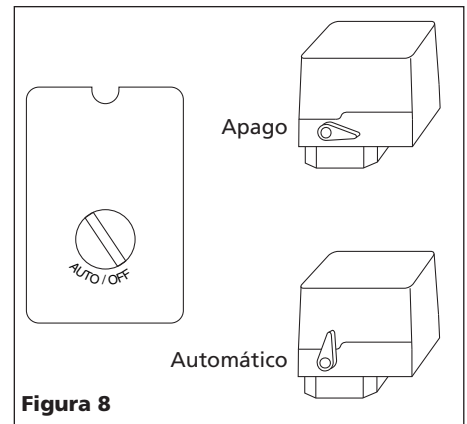

Figura 8
4. Gire la palanca del interruptor de presión o la perilla en la posición AUTO y deje que la unidad opere por 30 minutos para darle un rodaje a las piezas del motor (Vea la Figura 8).
7. Gire la palanca o perilla del presostato a la posición (OFF) apagado y desenchufe el cordón eléctrico. Gire lentamente la perilla del regulador en sentido horario para dejar que se libere toda la presión de aire. No continúe con el siguiente paso hasta que la presión del tanque llegue a cero (0).